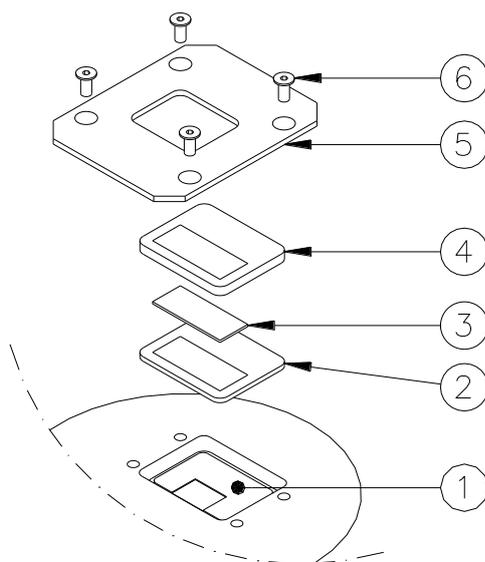

Figura 28 – Sostituzione del Filtro
- rimuovere la piastra fermaprisma (Figura 28- n°5) ed il cassetto porta-filtro (Figura 28- n°2-3-4)
- Posizionare un nuovo filtro (Figura 28- n°3) all'interno del cassetto porta-filtro (Figura 28- n°2-3-4)
- posizionare il cassetto porta-filtro nella relativa sede (Figura 28- n°1)